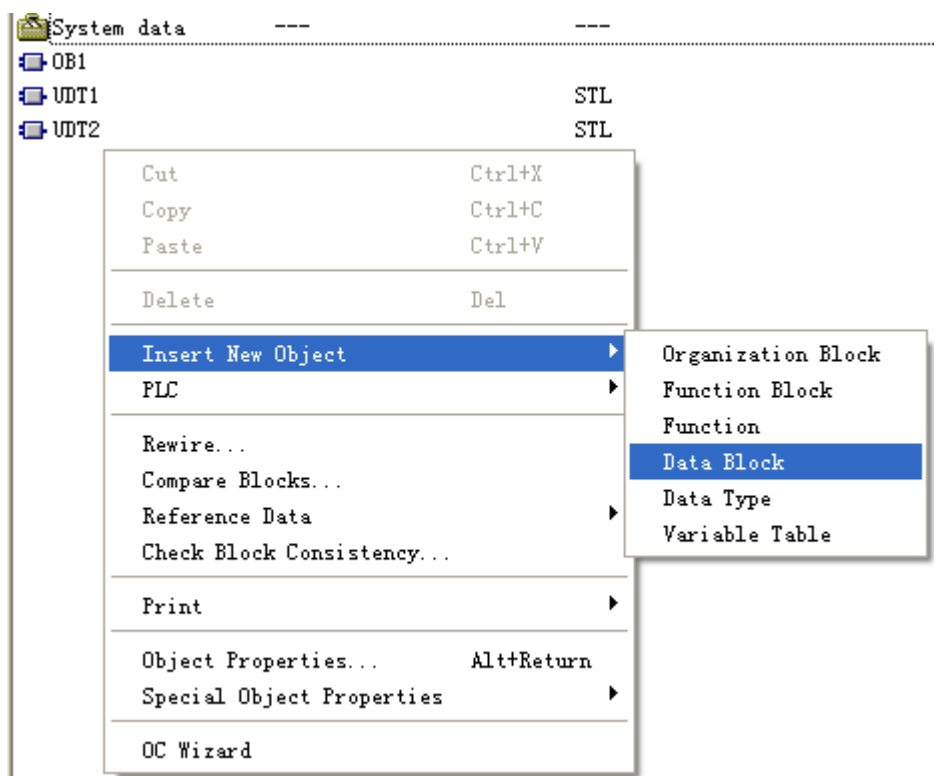

图 2.2.1
(1)、在 SIMATIC Manager 中右侧栏中单击右键，在下拉列表中选择 Data Block，左键单击确认。新建一个 DB 块，如图 2.2.1。